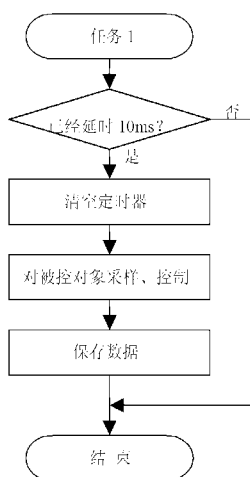

图 5 测控程序流程图
2)任务 1 部分。任务 1 的流程如图 5 所示,它的主要功能是每隔一段固定的时间对被控对象进行测量、控制并且把要发送给客户端的数据保存在一个数组中。这个任务中我们用 waitfor(DelayMs())作为延时函数,它是一个非阻塞函数,如果没有达到延时要求的时间,它将会跳出任务 1,程序直到任务 1 或者任务 2 中有一个满足要求,才会执行下去。这样保证了整个系统的实时性。